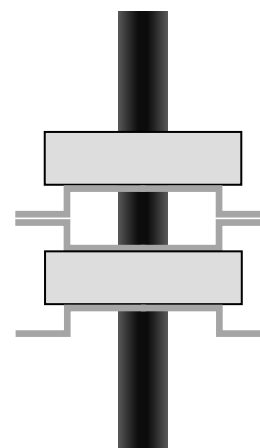
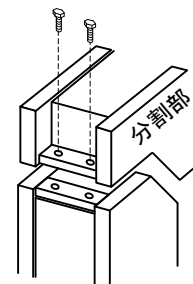

図 27. 重ね取付の例
図 28. 分割部締付ボルト
- (5) 弊社製の変成器や検出器を重ねて取り付けでも影響ありません(図 27)。
- (6) 取付金具は装置本体から取り外さないで下さい。取付金具が接地側に接続された場合、取付方法によっては一次導体と取付金具との離隔がとれなくなり、大事故につながる恐れがあります。特殊な取付方法が必要になった場合や取付方法が工事途中で変更になった場合には、必ず弊社にご連絡下さい。
- (7) FD および HCT を分割するには、側面の 4 本の分割部締付ボルトを外し、分割部を取り外して下さい。なお分割部にはコネクタがありますので、取り外しや取付時には電線くずなどの異物が内部に入らない様に注意して下さい(図 28)。
- (8) FD および HCT の取付方向はどの方向に取り付けても問題ありませんが、構造は屋内用ですので屋外へは取り付けないでください。
- (9) FD および HCT を取り付けの場合は寸法図にて取付穴の個数と位置を確認し、取付穴に M10 ネジ (ボルト、ナット等) を使用して取り付けください。鉄製の M10 のボルト・ナットを使用する場合は 200kgf・cm のトルクで締め付けてください。